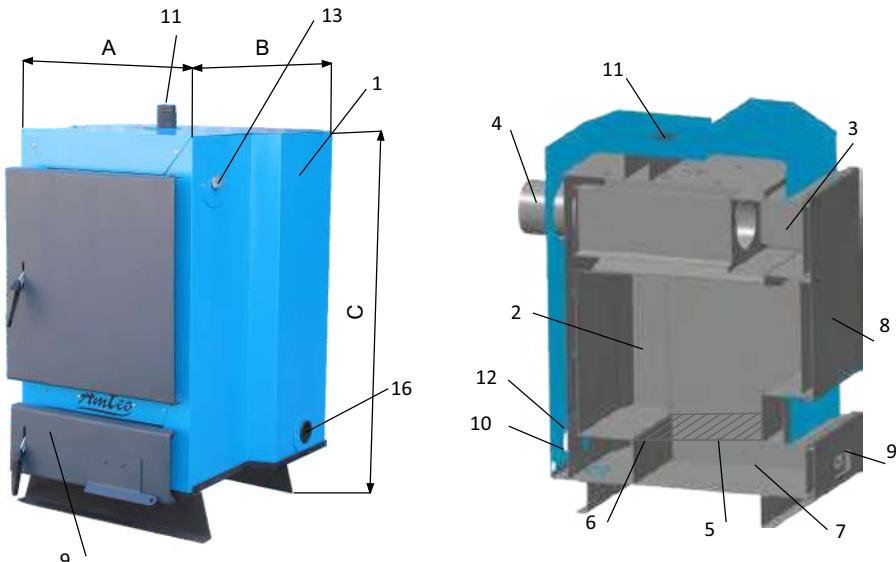

Рис. 1 Котёл «AMTEO»
4.1. Котёл (рис. 1) состоит из: корпуса (1), топки (2), газохода (3), дымохода (4). В нижней части топки устанавливаются колосники (5) на опоры (6), зольник (7). К передней стенке корпуса котла на осиах присоединяются загрузочная дверца (она же служит для обслуживания газохода) (8), дверца для обслуживания (9), патрубок обратного трубопровода (10), патрубок подающего трубопровода (11), патрубок для слива воды с котла (12), отверстие для установки тягорегулятора (13), отверстие для установки ТЭНа (16).